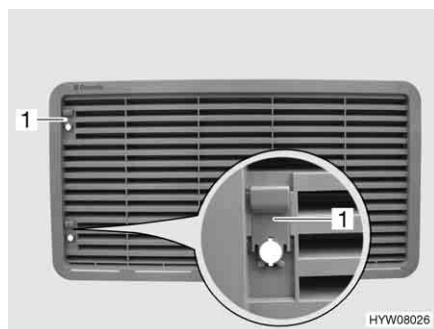

Fig. 142 Grille d'aération du réfrigérateur (avec curseur)
- Pousser le curseur (Fig. 142,1) vers le haut.